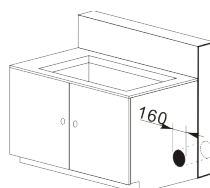

Imagen 4
5. Abra un orificio de unos 160 mm en la pared en la dirección de la salida de aire. (véase la imagen 4).